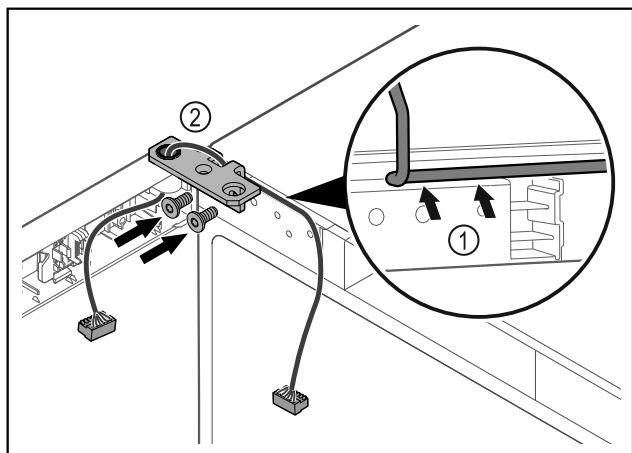

Fig. 39
- ▶ Introdurre il cavo nel foro della cerniera angolare e posarlo con cautela Fig. 39 (1).
- ▶ Avvitare la cerniera angolare Fig. 39 (2).